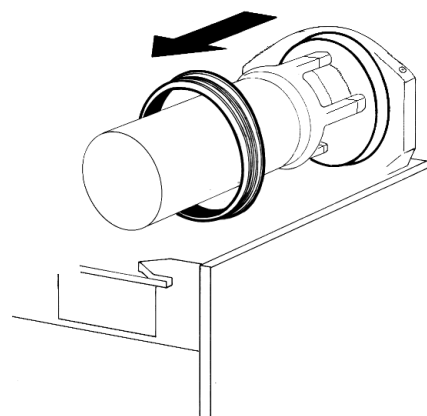

figure 9
- 4 Enlever le joint d'étanchéité du réservoir de son siège (voir figure 9).